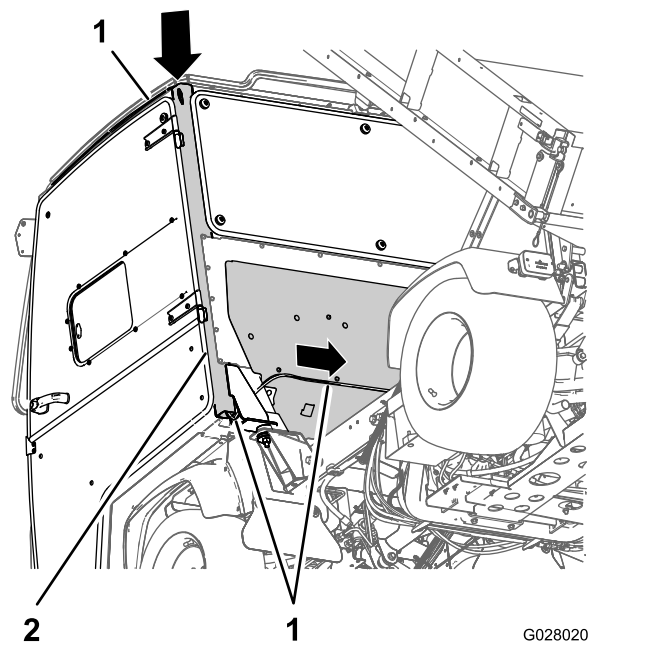

図 27
3. 運転席側のサイドピラーBの上部についている穴に、ワイヤハーネスの2ソケットコネクタを入れ、フレームの中を通して下へ導く 図 27。